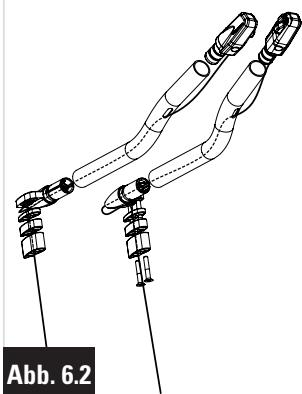
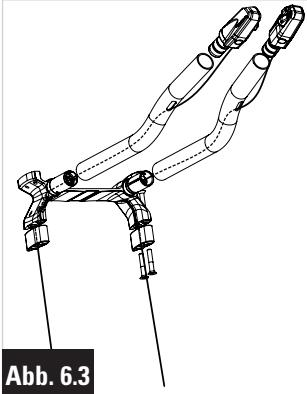

Abb. 6.2
Abb. 6.3
- 2- **Verlegung der Elektrokabel in den Verlängerungen** (fakultativ: siehe Kasten „Außenliegende Verkabelung an den Verlängerungen“). Die Anschlüsse der Schalthebel in die länglichen Öffnungen der Verlängerungen führen. Durch die Halterung der Verlängerung und dann durch die Einsatzstücke führen (Abb. 6.2). Wenn Sie die Bridge verwenden, Kabel direkt durch die unteren länglichen Öffnungen der Bridge herausführen (Abb. 6.3).